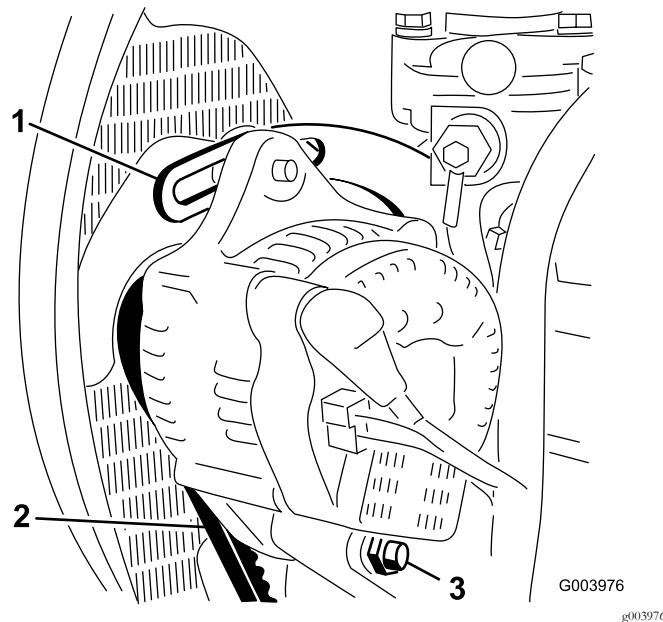

Bild 56
2. Prüfen Sie die Spannung des Treibriemens, indem Sie eine Kraft von 10 kg in der Mitte zwischen der Lichtmaschine und der Kurbelwellenscheibe ansetzen (Bild 56).
4. Lockern Sie die Schraube, mit der die Strebe am Motor befestigt ist (Bild 56) sowie die Schraube, mit der die Lichtmaschine an der Strebe und der Drehschraube befestigt ist.